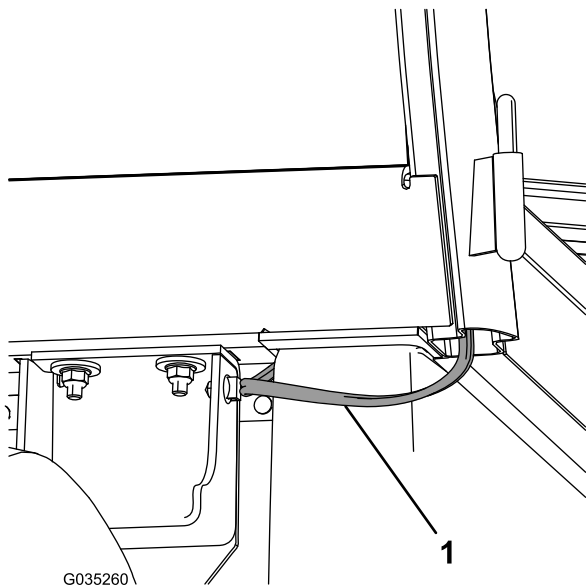

Figure 19
- Faites passer le faisceau derrière la cabine et sous le siège, puis fixez le clip du faisceau sur le panneau latéral (Figure 19).
3. Faites passer le faisceau derrière la cabine et sous le siège, puis fixez le clip du faisceau sur le panneau latéral (Figure 19).